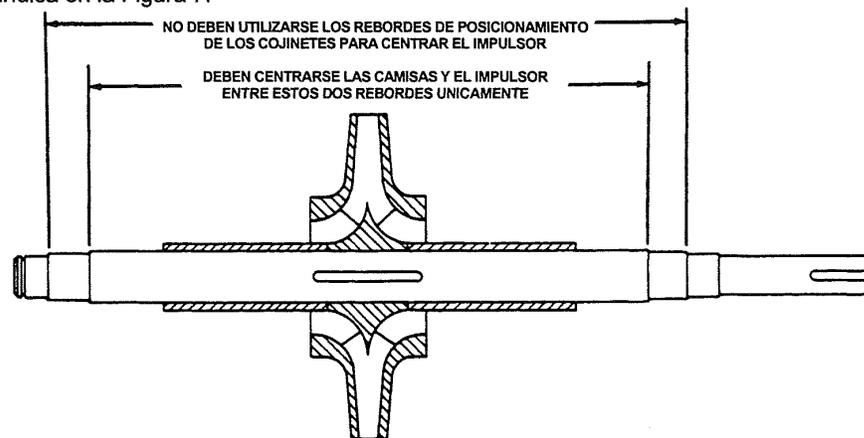

FIGURA 7
B. Cuando sea necesario reemplazar los anillos de desgaste del impulsor (17), se acomodarán en su sitio los anillos nuevos con una leve presión de ajuste y, además, tendrán que ser asegurados por medio de uno de los siguientes métodos. A continuación se describen los procedimientos a seguir:
C. Instálase la chaveta del impulsor (102) en el eje (4), deslizando, luego, el impulsor sobre la chaveta y centrandolo entre los rebordes del eje como se indica en la Figura 7.
Debe instalarse la chaveta al eje, y luego recubrir el área de posicionamiento del impulsor sobre el mismo eje con Loctite 601. Seguidamente, debe presionarse el impulsor sobre el eje, centrandolo entre los rebordes correspondientes según lo indicado en en la Figura 7.
**PRECAUCION: DEBE OBTENERSE LA POSICION LINEAL CORRECTA DEL IMPULSOR Y, ASI MISMO, DEBEN QUEDAR CORRECTAMENTE UBICADAS LAS CAMISAS DEL IMPULSOR. PUEDE CONSULTARSE LO ANTERIOR EN LA FIGURA 7, PAGINA 19, DE ESTE MANUAL. AL ESTAR LA BOMBA DOTADA CON ELLAS, DEBEN APRETARSE LAS TUERCAS DE LAS CAMISAS DEL IMPULSOR ANTES DE TRANSCURRIR UN LAPSO MAYOR A 10 MINUTOS DESPUES DE HABERSE APLICADO EL LOCTITE. SE LOGRA UN CORRECTO POSICIONAMIENTO LINEAL DEL IMPULSOR SOBRE EL EJE, DEJANDO EXPUESTOS POR IGUAL AMBOS EXTREMOS DEL EJE, O IGUAL NUMERO DE SUS ROSCAS EXPUESTAS EN SUS DOS EXTREMOS, AL COMPLETARSE EL ENSAMBLE DE DICHO IMPULSOR AL EJE. PARA PERMITIR EL ADECUADO ENDURECIMIENTO O FRAGUADO DEL LOCTITE DEBERAN TRANSCURRIR AL MENOS 4 HORAS ANTES DE PROCEDER A COMPLETAR EL ENSAMBLE DE LA BOMBA.**
F. Si está equipada la bomba con sellos mecánicos o con collarines sólidos para los prensa-estopas, deben instalarse los sellos (156) y los collarines para los sellos mecánicos (B31), o los collarines sólidos para los prensaestopas, según el caso, antes de proseguir. Consultense las instrucciones del fabricante de los sellos, suministradas junto con la bomba.
G. Instálense los deflectores de agua (126) en cada extremo del eje.
I. Instálense los cojinetes externo (168) e interno (163).